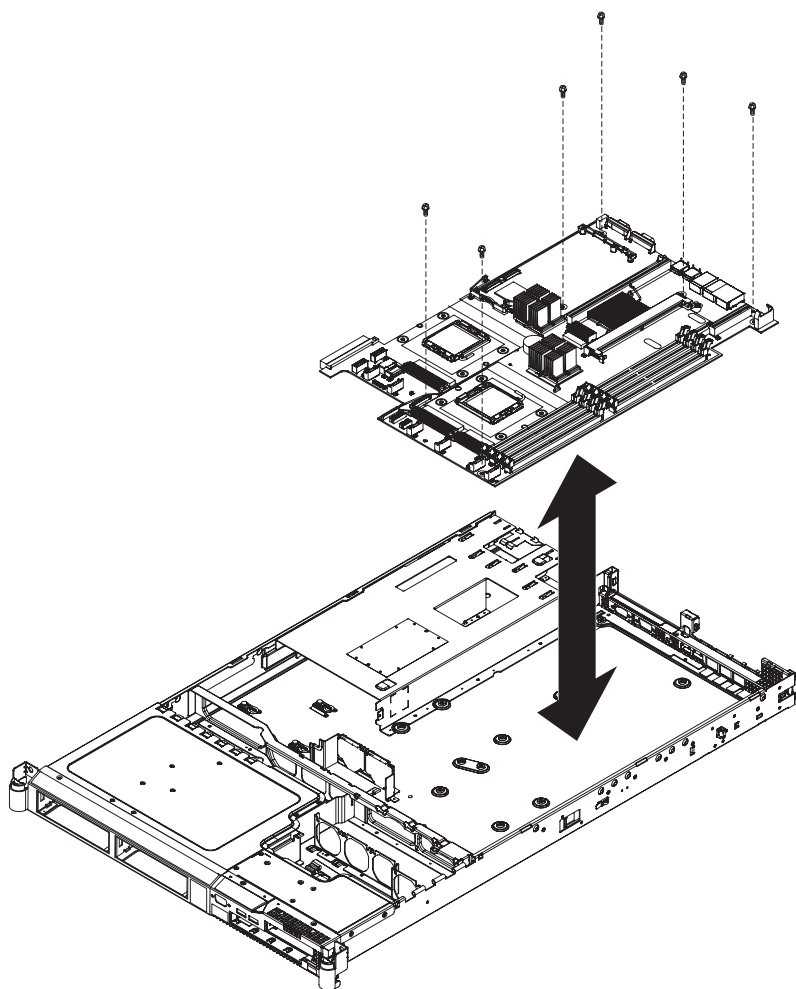

図 288. SAN ボリューム・コントローラー 2145-8G4 システム・ボードを固定するねじの配置
19. システム・ボードをシャーシに固定しているシステム・ボード上の 6 個のねじを取り外します (図 288 を参照)。